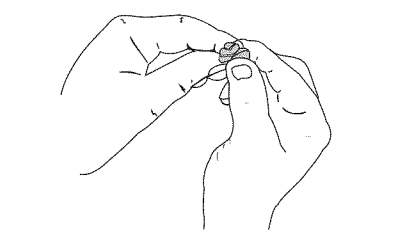

Fig. 16
5. Apriete el filtro para esparcir y retirar el exceso de aceite (Fig. 16).